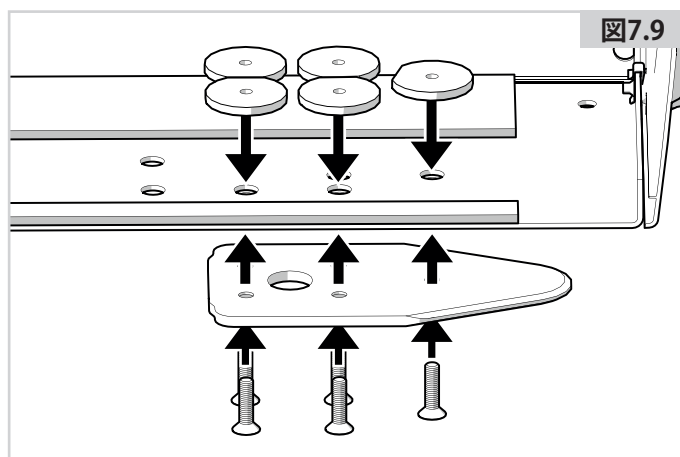

図7.9
4. 車体ボックスの下側にスペーサーとロックプレートを5本のねじで取り付けます(図7.9)。